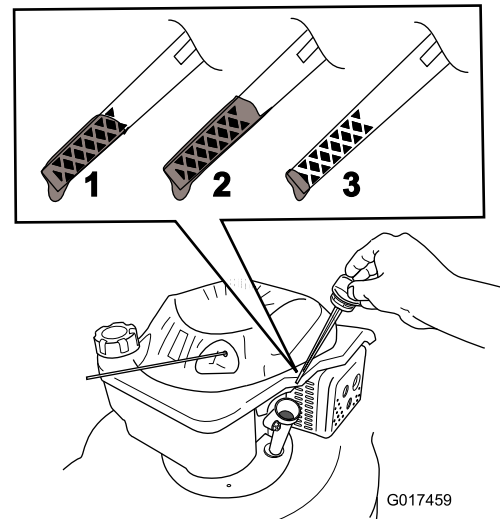

Figure 11
5. Pour déterminer le niveau d'huile correct indiqué par la jauge, voir (Figure 11).
Remarque: Versez de l'huile dans le carter moteur jusqu'à ce que la jauge indique le niveau correct, comme illustré à la Figure 11. Si vous remplissez excessivement le carter moteur, vidangez l'excédent d'huile comme expliqué à la section Vidange et remplacement de l'huile moteur.